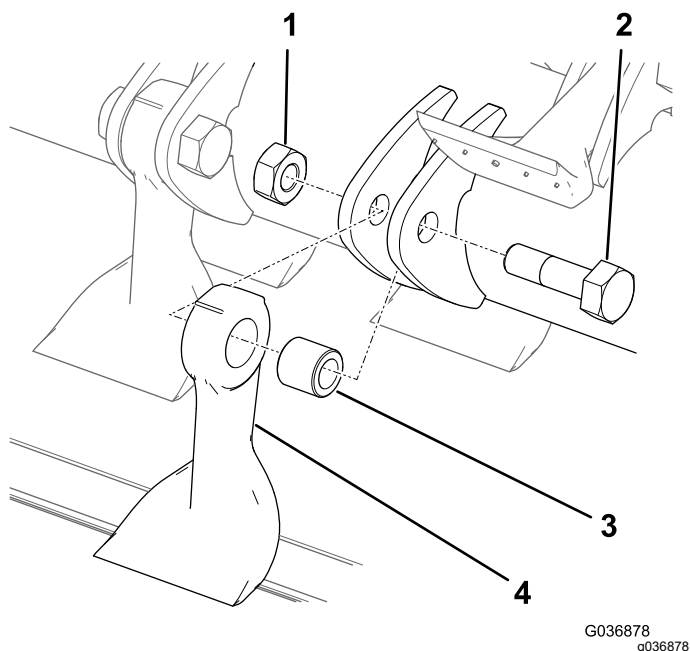

Figura 34
6. Înșurubați lama cu o lavetă sau mână captivă, îndepărtați piulia, urubul, buca și lama (Figura 34).
8. Montați o lamă și o bucă noi cu o piuliță și un urub pentru lamă nouă (Figura 34).